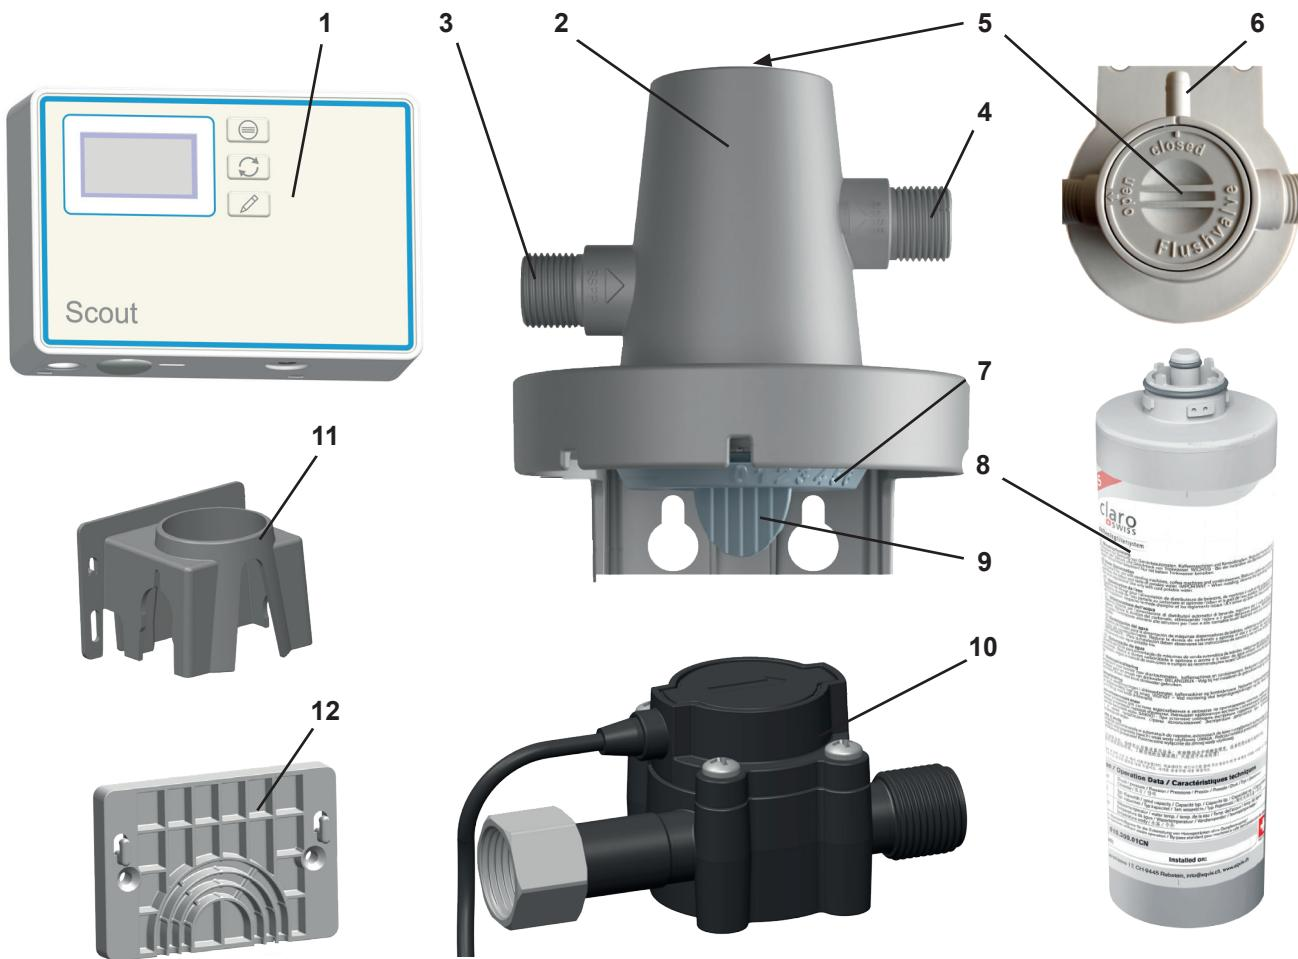

Fig. 1
- 1 caudalímetro POWER steamer water softener (n.º 1, 10, 11, 12, Fig. 1)
- ⇒ Enrosque un adaptador 3/4“ - 3/8“ en la toma de la unidad sensora (10, Fig. 1).
- ⇒ Enrosque el otro adaptador 3/4“ - 3/8“ en la entrada del cabezal de filtración (3).
- ⇒ Atornille la unidad sensora con la tuerca de racor en la salida del cabezal de filtración (4).